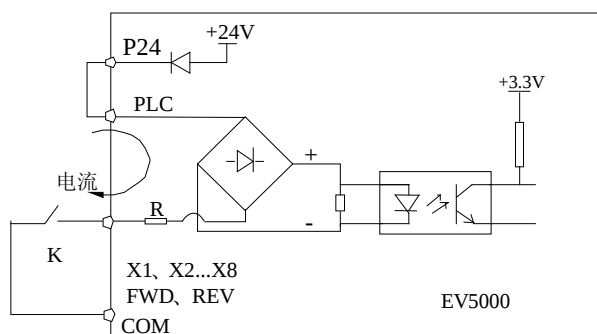

图4-21 使用内部 24V 电源的连线方式
EV5000 多功能输入端子采用了全桥整流电路,如图 4-21 所示。PLC 是 X1~X8、FWD、REV 的公共端子,流经 PLC 端子的电流可以是拉电流,也可以是灌电流。X1~X8、FWD、REV 与外部接口方式非常灵活,典型的接线方式如下:
- 1) 使用变频器内部的 24V 电源,接线方式如图 4-21。